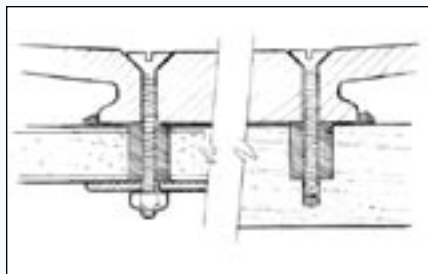

Рис. 18. Установите и затяните крепежные детали так, чтобы небольшое количество эпоксидного материала вышло из стыка.
5. Установите деталь в необходимое положение. Установите и затяните крепежные детали так, чтобы небольшое количество эпоксидного материала вышло из стыка (Рисунок 18).